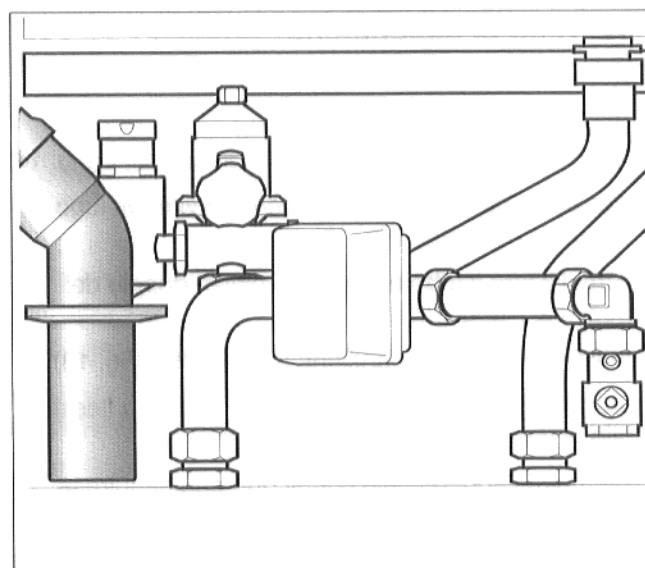

Fig. 10: sifone ad imbuto
- Montare il sifone ad imbuto (Fig. 10).
- Montare 2 curve da 45° allo scarico della condensa (AKO) (Fig. 10).